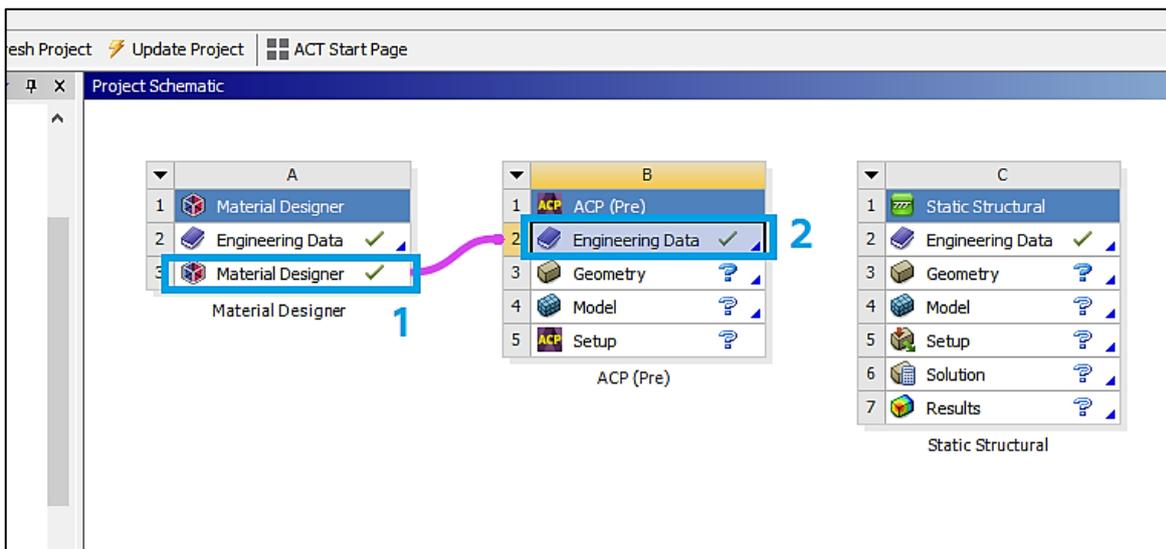

Рис. 13. Создание связи
10. Создадим связь между первым и вторым модулями *Material Designer* для присвоения созданного нами композитного материала к анализируемой геометрии через второй блок (рис. 13):